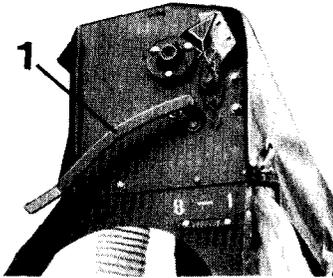

Fig. 33
1. Bodenklappen durch den Bodenklappenhebel (Fig. 33/1) ganz aufschwenken.